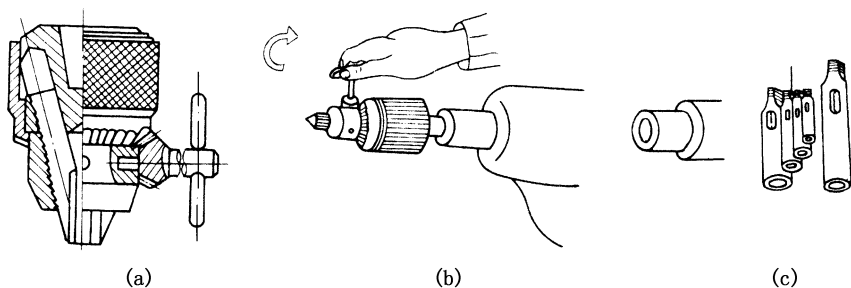

图 3-33 用钻夹头安装中心钻
(1) 中心钻装在钻夹头上安装。用钻夹头钥匙（图 3-33 (a)）逆时针方向旋转钻夹头的外套，使钻夹头三个爪张开，然后将中心钻插入三个夹爪中间，再用钻夹头钥匙顺时针方向转动钻夹头外套，通过三个夹爪将中心钻夹紧（图 3-33 (b)）。
(2) 钻夹头在尾座锥孔中安装。先擦净钻夹头柄部和尾座锥孔，然后用左手推钻夹头，沿尾座套轴线方向将钻夹头锥柄部用力插入尾座套锥孔中，如钻夹头柄部与车床尾座锥孔大小不吻合，可增加一合适过渡锥套后再插入尾座套筒的锥孔内（图 3-33（c））。
(3) 校正尾座中心。工件装夹在卡盘上，启动车床，移动尾座，使中心钻接近工件端面，观察中心钻钻头是否与工件旋转中心一致，然后紧固尾座。
(4) 转速的选择和钻削。由于中心钻直径小，钻削时应取较高的转速，进给量应小而均匀，切勿用力过猛，当中心钻钻入工件后应及时加切削液冷却润滑，钻毕时，中心钻在孔中应稍作停留，然后退出，以修光中心孔，提高中心孔的形状精度和表面质量。